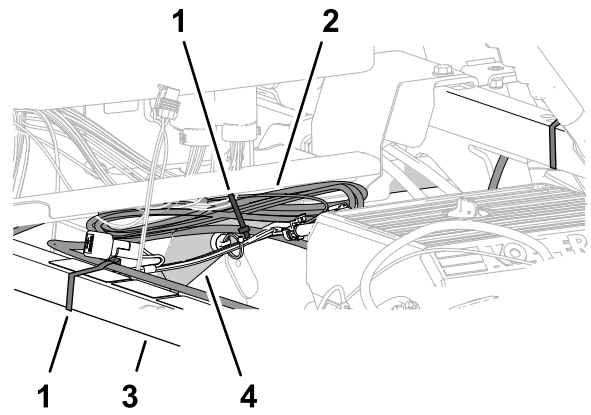

Figura 213
2. Sujete el arnés de datos al tubo de sujeción del amortiguador con una brida (Figura 213).
3. Sujete el exceso de cables del arnés de datos al tubo superior derecho del bastidor con una brida (Figura 213).
1. Recoja el exceso de cables del arnés de datos contra el tubo superior derecho del bastidor (Figura 213).